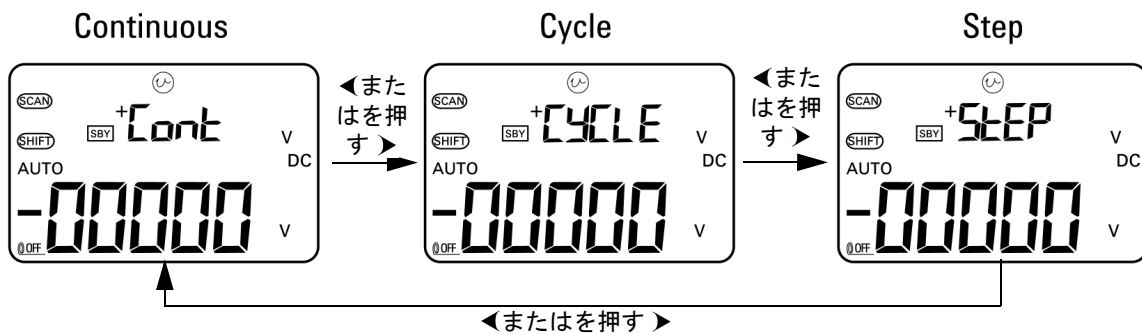

図 2-1 自動スキャン出力モードの選択
- 4 必要な **SCAN** 機能を選択したら、[◀]または[▶]を押して、3種類のモード（連続、サイクル、ステップ）の中から1つ選択します。セカンダリ・ディスプレイにそれぞれ、**Cont**、**CyCLE**または**StEP**と表示されます（**図 2-1**（34 ページ））。